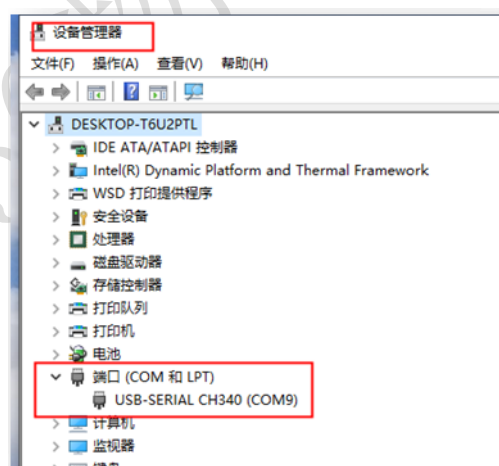

图 4 设备管理器串口号
2. 检查电脑”设备管理器” 是否出现端口(COM)，如图 4